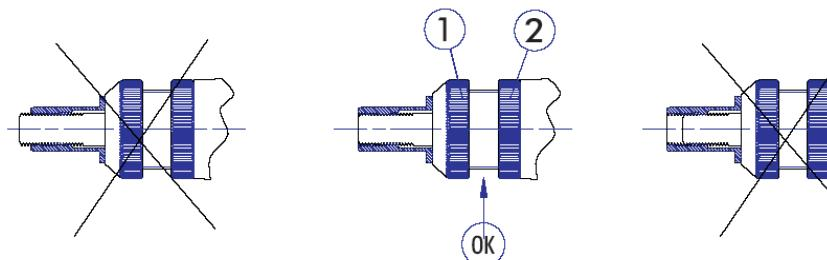

Рис. 1
- Перед началом клепки следует отрегулировать правильный вылет резьбового штока (см. рис. 1).